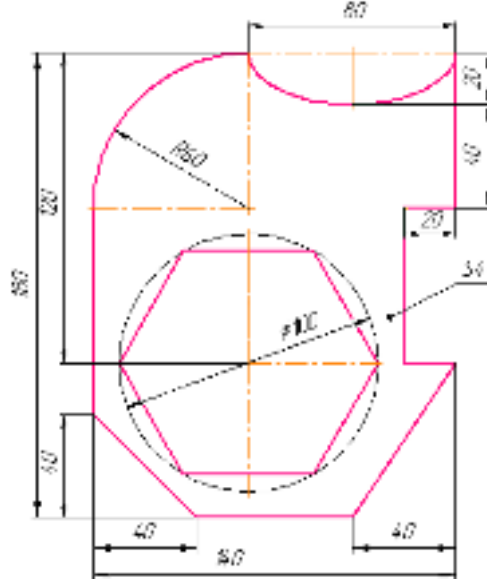

Рис. 26 - приклад завдання № 13.
1. Виконати у графічній системі AUTOCAD індивідуальне завдання, яке запропоновано викладачем, згідно свого варіанту за списком групи. Приклад на рис. 26, файл виконується на шаблоні формату А3.